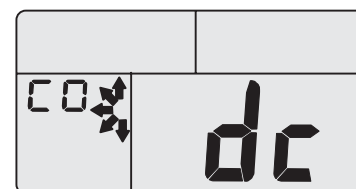

图 5.17
② 若数据传输失败，HT-2000A 将显示如图 5.17 所示